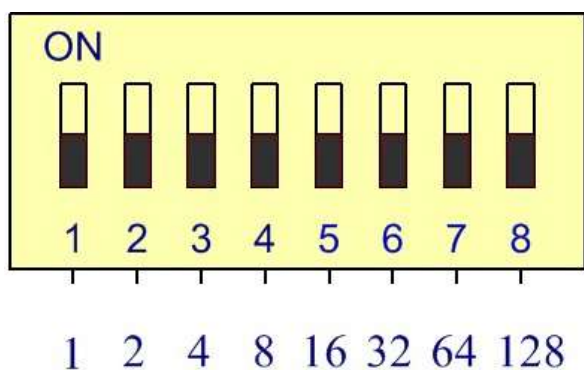

Рисунок 1 – Переключатель для задания адреса блока
**2.2.3.2 Перед монтажом блока** необходимо снять крышку блока, открутив 12 винтов, на плате А2 выставить адрес блока путём установки переключателей АДРЕС в соответствующие положения (рисунок 1) и подключить оконечный резистор в случае, если блок является оконечным в сети, путем установки переключателя R блока в положение «ON».